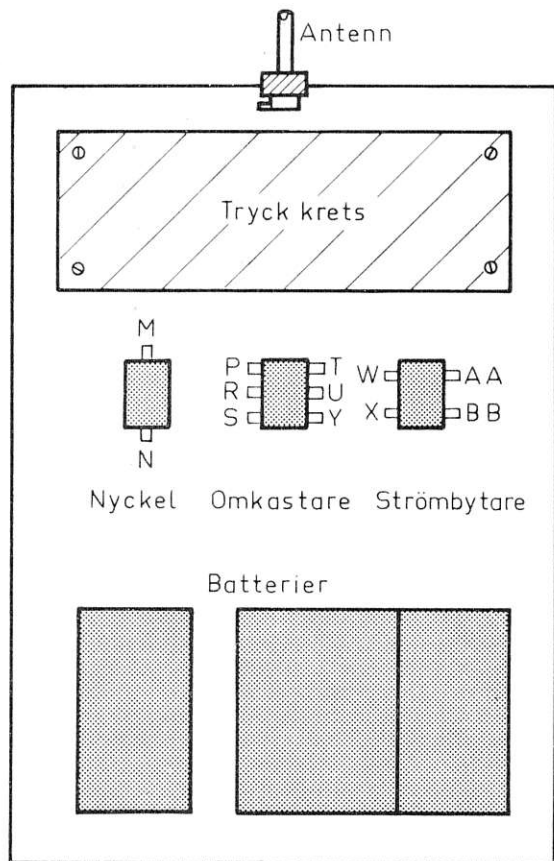

Fig. 415.
6. Montera strömbrytare, omkastare och nyckel i lådans frontvägg på ett sådant sätt att den tryckta kretsen ryms ovanför och batterierna under. Se fig. 415.